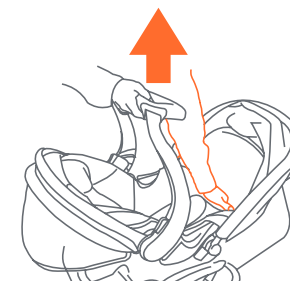

Fig. 18
- 18) • Para retirar la sillita para el automóvil, desabroche los ganchos cortos de cada ranura del cinturón y apriete la manija de liberación ubicada en el extremo inferior del asiento y levante cuidadosamente la silla (Fig. 18).